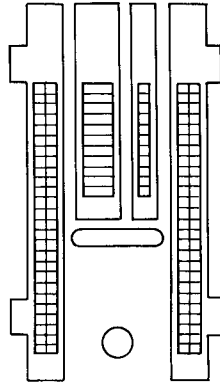

Fig. 2
- Den Kurbelbolzen 173 mit Zugstange seitlich so verschieben, daß sich der komplette Ober- und Untertransport leicht bewegen läßt (Fig. 2 b).
- Den Bolzen 5 einbauen (Fig. 2 a).
The left and right clearance of the feed dog in the feed slot must be the same (see Fig. 2).